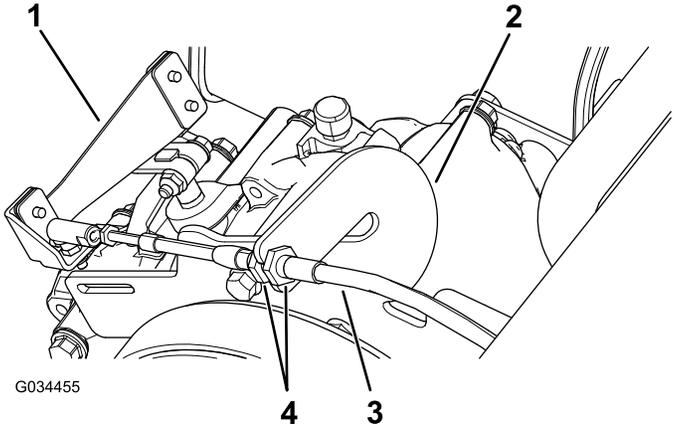

図 60
- ギアシフトケーブルのジャムナットをゆるめて調整を行う (**図 60**)。
- ギアシフトセレクタを3つの位置のそれぞれに回して、シフトレバー **図 60** が適切にシフトするかどうか確認する **ギアシフトレバーとギアシフトインジケータ** (ページ 13) を参照。